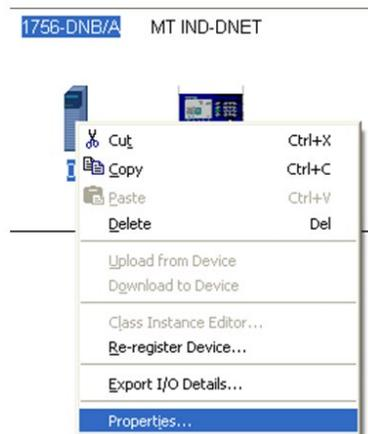

Figure 3-15 : Accès aux propriétés du scanner
5. Après que le scanner a parcouru le réseau dans son entier, ajoutez un terminal IND à la liste de scannage du 1756-DNB/A en cliquant du bouton droit sur l'icône du scanner de la fenêtre Graphique (veuillez noter l'onglet en partie inférieure de la Figure 3-15), et en choisissant ensuite **Propriétés...**